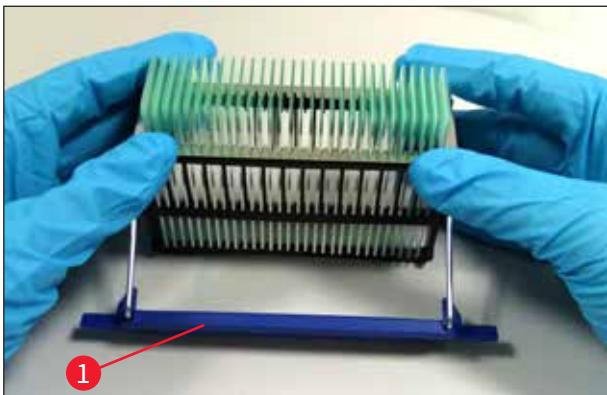

图 35
(→ 图 35)。
5. 使用双手同时小心地按下夹具, 直至其卡入到位 (→ 图 35)。